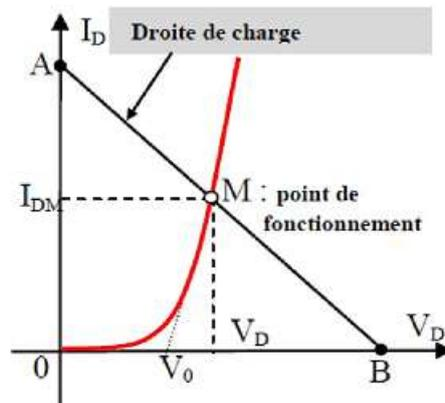

Figure 2.5 : Droite de charge et point de fonctionnement.
Le point M d'intersection de la droite de charge avec la caractéristique I(V) est appelé point de fonctionnement ou point de polarisation ou point de repos (voir **Figure 2.5**).